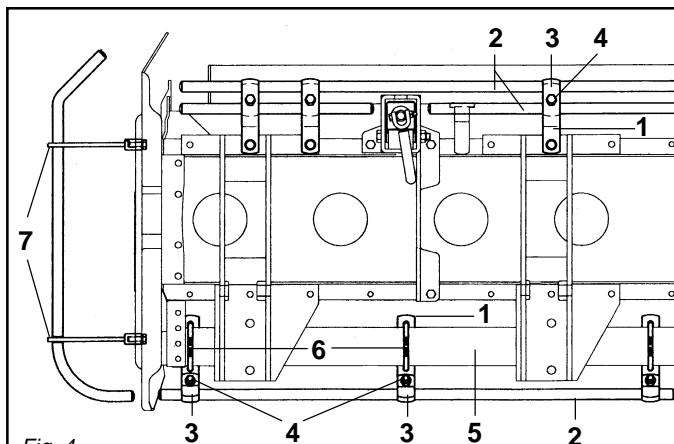

Fig. 4
- Il gruppo delle protezioni, composto dall'attacco (1 Fig. 4) che fa da fermo per i tubi (2 Fig. 4) bloccati dalla staffa (3 Fig. 4) e dalle viti (4 Fig. 4), è fissato al tubo quadro anteriore (5 Fig. 4) mediante i cavallotti (6 Fig. 4),
- The protection unit, consisting of the coupling (1 Fig. 4) that acts as a clamp for the pipes (2 Fig. 4) locked by the bracket (3 Fig. 4) and by the screws (4 Fig. 4), is fixed to the square front pipe (5 Fig. 4) by the U-bolts (6 Fig. 4) and should be posi-
- Die Gruppe der Schutzvorrichtungen, die sich aus dem Anschluß (1 Abb. 4), der zur Arretierung für die Rohre (2 Abb. 4) dient, die durch den Bügel (3 Abb. 4) blockiert werden, und den Schrauben (4 Abb. 4) zusammensetzt,
- Le groupe des protections, comprenant l'attelage (1 Fig. 4) qui sert de butée pour les tubes (2 Fig. 4) bloqués par la bride (3 Fig. 4) et par les vis (4 Fig. 4), est fixé au tube carré avant (5 Fig. 4) par des crampons (6 Fig. 4). Positionner une protection à droite et une à gauche, la plus possi-
- El grupo de las protecciones, compuesto por la conexión (1 Fig. 4) que funciona como bloqueo de los tubos (2 Fig. 4) bloqueados a su vez por el soporte (3 Fig. 4) y por los tornillos (4 Fig. 4), está fijado en el tubo cuadrado anterior (5 Fig. 4) mediante los
- Lateralmente, su entrambe le fiancate, vanno fissate tramite le viti delle protezioni sagomate (7 Fig. 4).
- The shaped protections should be fixed laterally with screws to both the sides (7 Fig. 4).
wird am vorderen Vierkantröhr (5 Abb. 4) mit den U-Bolzen (6 Abb. 4) befestigt. Eine davon ist rechts und eine links, so weit wie möglich außen anzubringen.
- Seitlich auf den beiden Seitenteilen sind die geformten Schutzteile (7 Abb. 4) mit Schrauben zu befestigen.
- Les protections galbées doivent être fixées latéralement, des deux côtés avec les vis des protections (7 Fig. 4).
pernos de U (6 Fig. 4) y debe ser emplazado uno a la derecha y uno a la izquierda lo más externamente posible.
- Lateralmente, sobre ambos lados, debemos fijar mediante los tornillos las protecciones molduradas (7 Fig. 4).